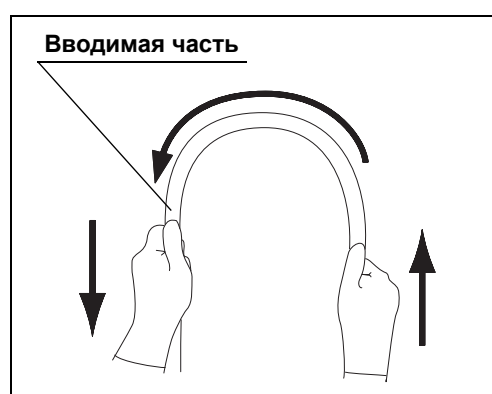

Рис. 3.4
- 6** Обеими руками согните вводимую часть эндоскопа полукругом. Затем передвигая руки в направлении, указанном стрелками на рис. 3.4, убедитесь в том, что вводимая часть пластична и легко сгибается в полукольцо по всей длине.